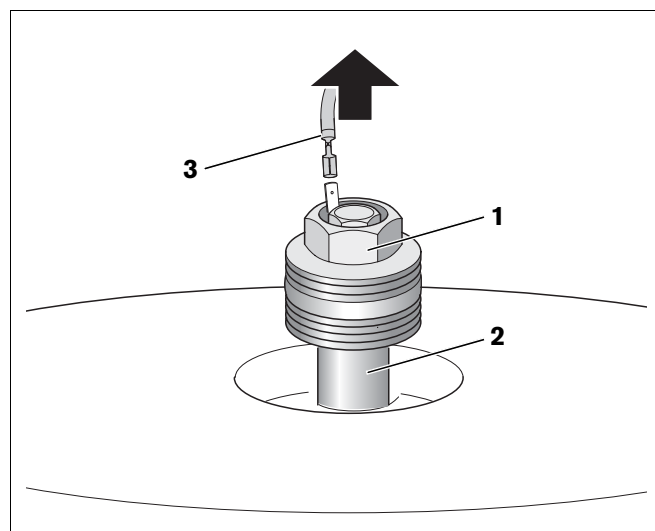

Fig. 13 Remplacer l'anode au magnésium
- Retirer la fiche du câble de raccordement à la masse de la fiche plate de l'anode au magnésium (fig. 13, **pos. 3**).
- Desserrer la vis à tête hexagonale (fig. 13, **pos. 1**) de l'anode avec la clé polygonale SW 32.
- Retirer l'anode (fig. 13, **pos. 2**) en la dévissant.
- Si l'anode est détériorée, mettez une anode neuve en place, comme indiqué dans la figure 13.
- Insérer la fiche du câble de raccordement à la masse (fig. 13, **pos. 3**) dans la fiche plate de l'anode au magnésium.